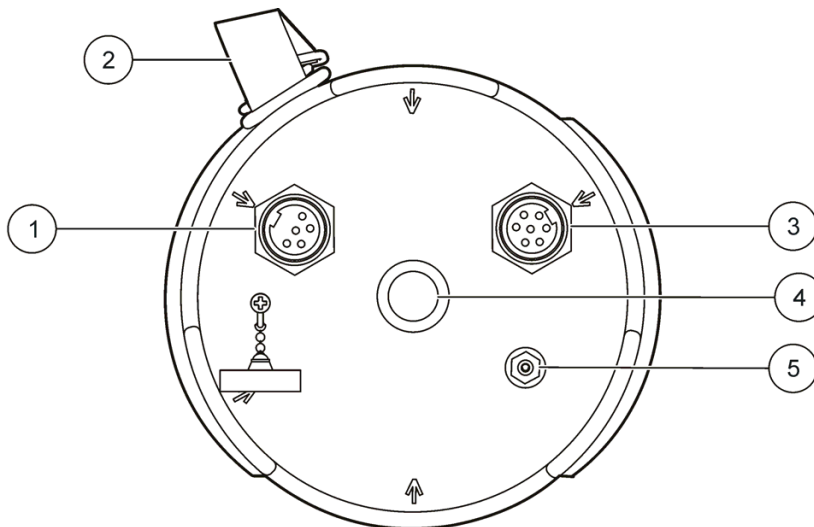

Figura 2 Conexiones del Flo-Logger
Asegúrese de que el cartucho desecante nuevo esté conectado en el puerto de Referencia de presión atmosférica (Atmospheric pressure reference, APR) que se encuentra en la parte inferior de la cubierta protectora del Flo-Logger (Figura 2, artículo 2). El cartucho desecante evita la acumulación de humedad. La humedad y otros materiales indeseados pueden modificar la precisión del transductor de nivel de precisión de sobrecarga. Cuando el cartucho desecante cambie a color rosado, reemplácelo por un nuevo cartucho azul. Se pueden usar dos cartuchos en serie para una protección prolongada. Los cartuchos desecantes pueden adquirirse en la fábrica.
1. Busque la correa de montaje de nylon en la unidad (Figura 2, artículo 5).